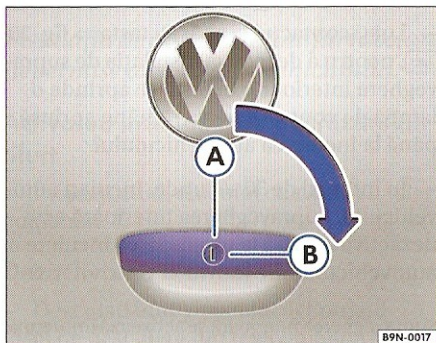

Fig. 21 Hayonul cu încuietoare: Deschiderea din exterior.
- Rotiți cheia vertical în poziția ⇒ fig. 21 (A).
- Trageți maneta de deschidere ⇒ pagina 30, fig. 21” și deschideți hayonul.